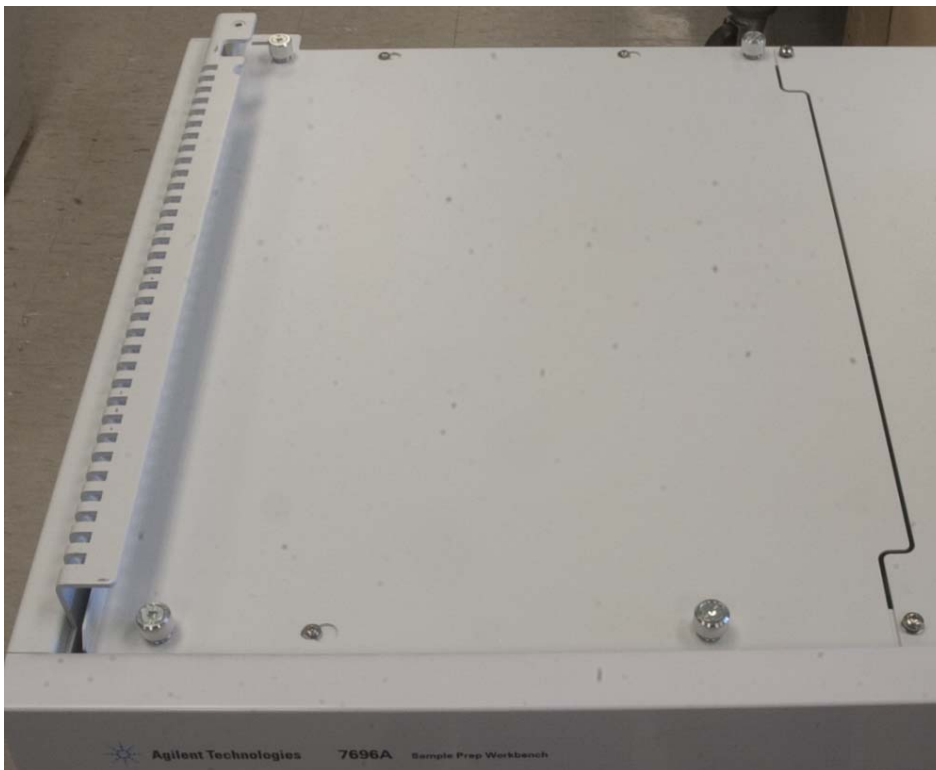

Figure 1 Retrait du panneau supérieur gauche du châssis
- 1 Desserrez les vis à tête moletée sur le panneau supérieur gauche du châssis (Figure 1).